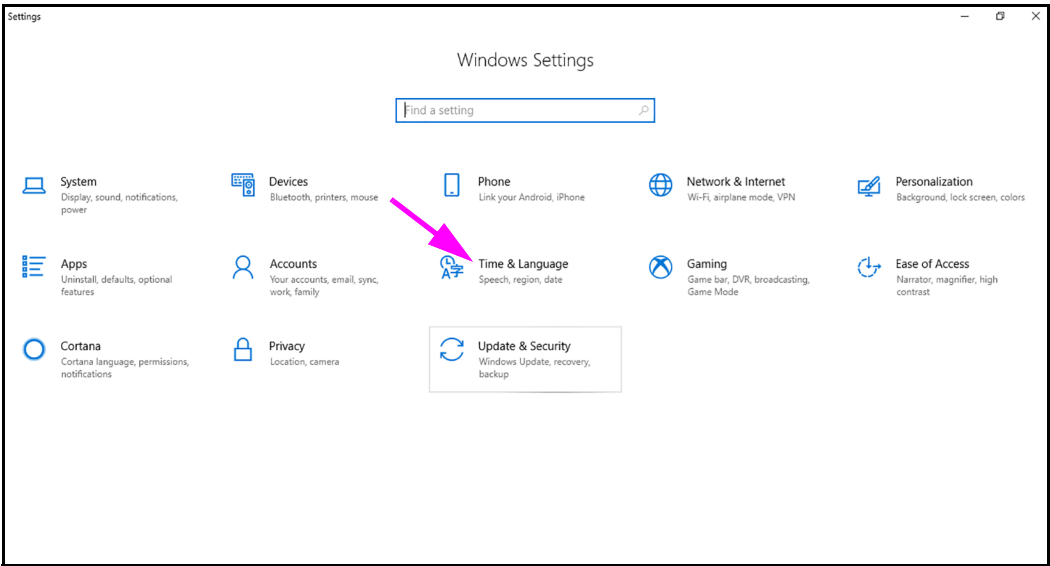

图 C-6. Windows 10 Settings（设置）窗口
- 单击 **Windows** 开始 图标并从菜单中选择 **Settings（设置）**。将显示 Windows Settings（Windows 设置）窗口。请参见图 C-6。
- 在 Windows Settings（Windows 设置）窗口中，单击 **Time and Language（时间和语言）**（请参见 图 C-6）。